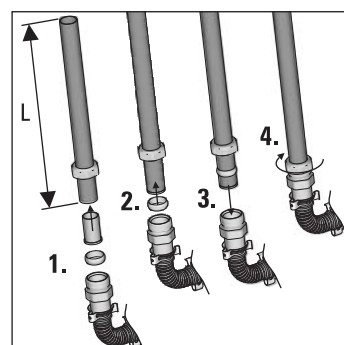

Fig. 3-47 Fase di lavoro 5
5. Collegare le tubazioni di collegamento con le viti ad anello tagliente dei raccordi (fig. 3-47).